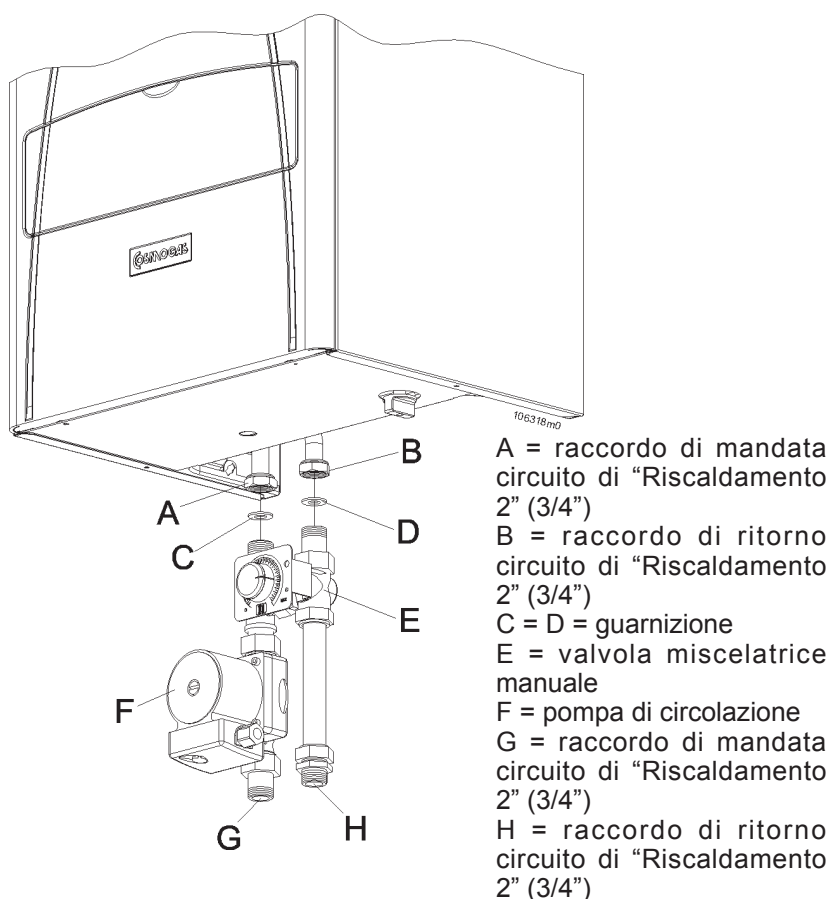
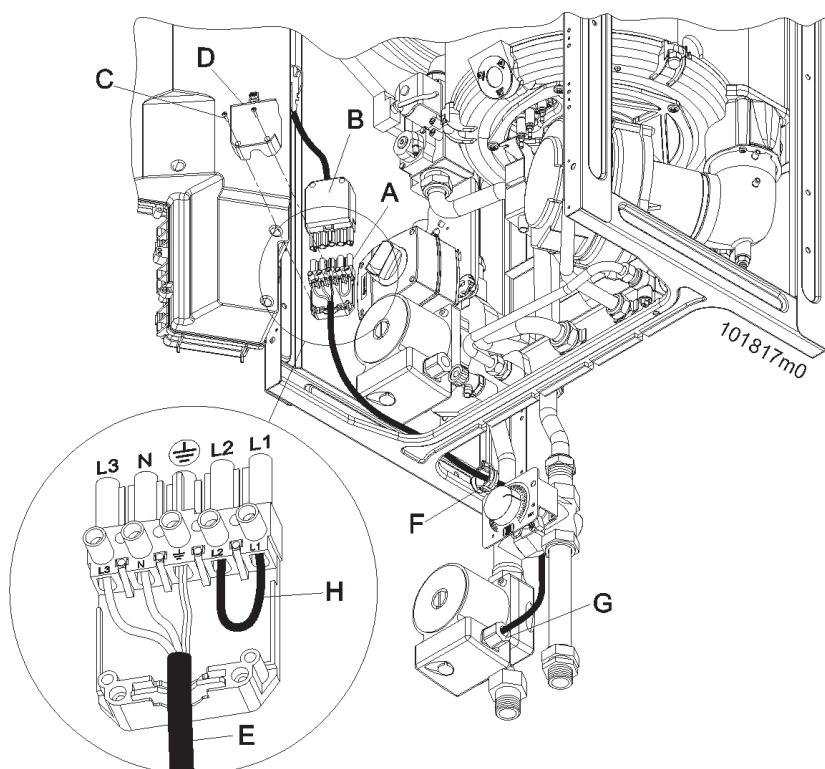

Figura 17 - Installazione circuito di "Riscaldamento 2" nella configurazione più completa
Figura 18 - collegamento del circuito di "Riscaldamento 2"
E' composto da due tubi di mandata e ritorno al riscaldamento collegati a monte della valvola miscelatrice del circuito di "Riscaldamento 1". Per questo motivo la temperatura di mandata è indipendente dalla temperatura del circuito di "Riscaldamento 1" ed è fissa alla temperatura di lavoro del corpo caldaia (fra 55°C e 80°C). Se si desidera alimentare i radiatori a temperature più basse è possibile l'installazione di una valvola miscelatrice manuale (figura 17 particolare "E"). Il controllo della temperatura dell'ambiente asservito dal circuito "Riscaldamento 2" può essere fatto da un termostato ambiente collegato nell'apposito connettore di figura 18 particolare "H".
- "Riscaldamento 2", composto dai soli raccordi "A" e "B" di figura 17 (per interessi vedi figura 7)
- "Riscaldamento 2", composto dai raccordi "A", "B" e dalla pompa "F" di figura 17 (per interessi vedi figura 8)
- "Riscaldamento 2", composto dai raccordi "A", "B", dalla pompa "F" e dalla valvola miscelatrice manuale "E" di figura 17 (per interessi vedi figura 9).
Per il collegamento elettrico fare riferimento alla figura 18 e procedere nel seguente modo:
Per l'allacciamento del cavo del termostato ambiente, procedere come di seguito (fare riferimento alla figura 18):